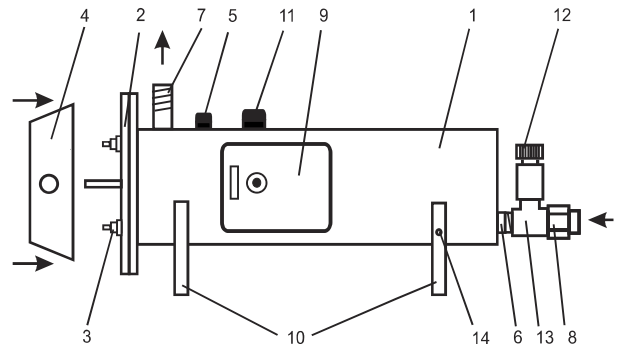

Рисунок 1.
4.1 Водонагреватели ЭПВН-7,5; -9,45; -12; -15; -18; -21; -24; -30 (рис.1) состоят из следующих основных частей: корпуса (1) с входным (6) и выходным (7) патрубками G½; секции, состоящей из крышки (2), с одним (ЭПВН 7,5) или тремя (ЭПВН-9,45;-12;-15;-18;-24;-30-1) трубчатыми электронагревателями (ТЭН) (3) из нержавеющей стали; датчика терморегулятора (5); аварийного термовыключателя (11). Выводы ТЭНов закрыты защитным кожухом (4).